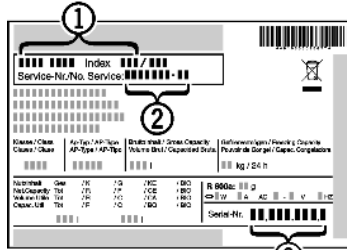

Fig. 35
▶ Наименование устройства Fig. 35 (1), сервисный № Fig. 35 (2) и серийный № Fig. 35 (3) считайте с заводской таблички. Заводская табличка находится внутри устройства слева.
- ▶ Обратитесь в сервисную службу и сообщите вид неисправности, наименование устройства Fig. 35 (1), сервисный № Fig. 35 (2) и серийный № Fig. 35 (3).